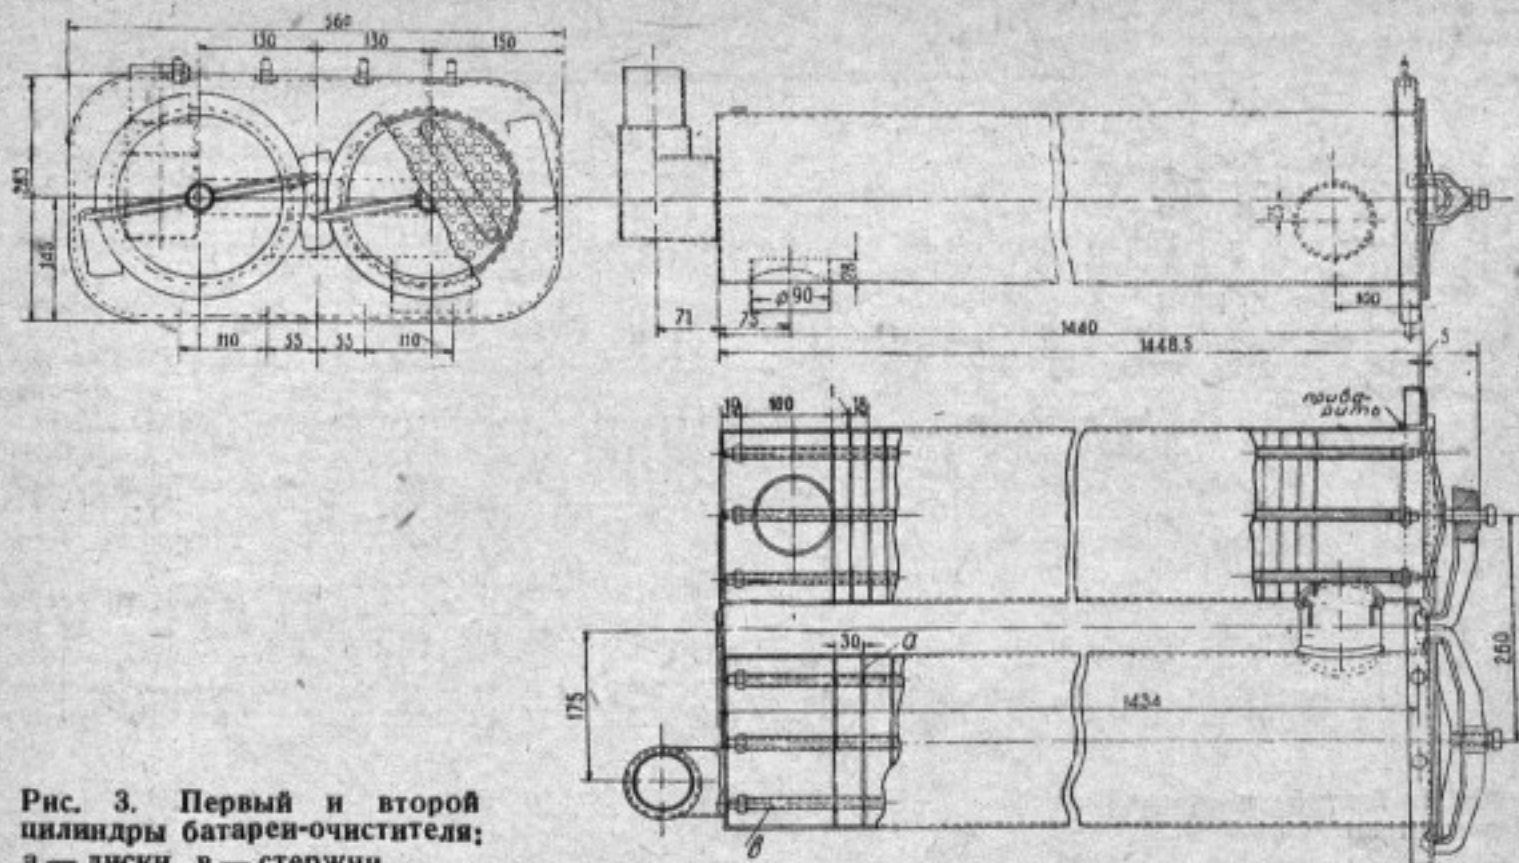

Рис. 3. Первый и второй цилиндры батарей-очистителя; а — диски, в — стержни
2. Батареи горизонтальных очистителей-охлаждателей из 4 элементов для грубой очистки (рис. 3 и 4), монтируемых позади кабины очистителя.